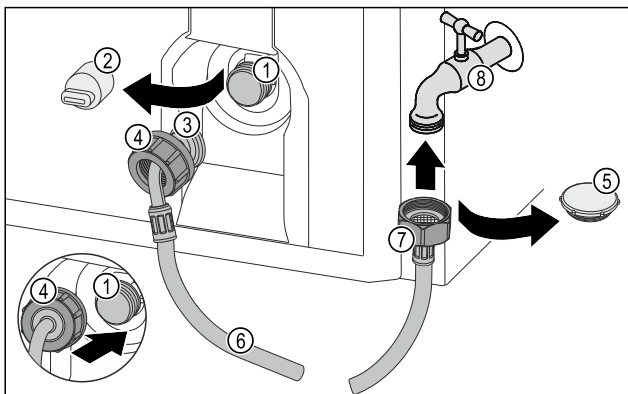

Fig. 74
- ▶ Odstráňte uzatváracie viečko Fig. 74 (5).
- ▶ Priložte rovný koniec hadice Fig. 74 (7) k vodovodnému kohútiku Fig. 74 (8).
- ▶ Pevne utiahnite maticu na rovnom konci hadice Fig. 74 (7) v smere hodinových ručičiek.